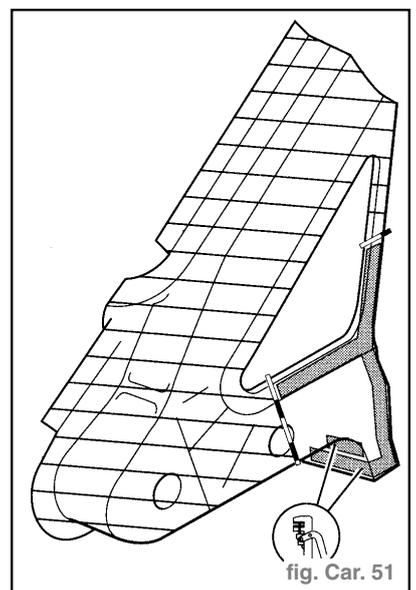

fig. Car. 51
- Reporter les lignes de coupe sur la pièce neuve et découper la zone hachurée (fig. Car. 51).